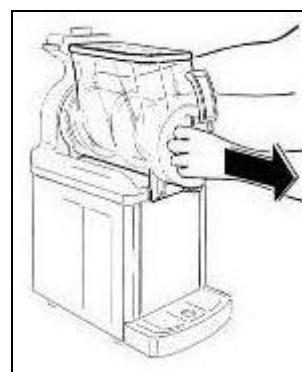

Fig. 15
- Tirare la vasca verso l'esterno e liberarla dalla propria sede (fig.15).